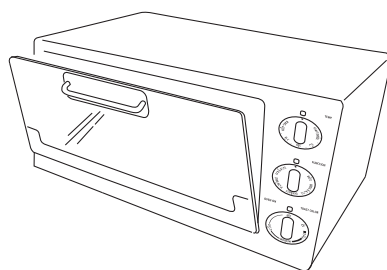

fig. 1
- Posez l'aliment à griller sur la grille diététique (P) insérée sur la lèchefrite (H) et posez le tout dans la glissière 1.
- Refermez la porte, jusqu'à entendre un "déclick" (voir figure 1).
- Tournez le bouton du sélecteur de fonctions (D) sur  .
- Tournez le bouton du Timer (B) sur "ON".
- A la fin de la cuisson, reporter manuellement le bouton Timer (B) en position "0".
- Placez le bouton thermostat (A) sur la pos.  .
- Tourner le bouton de sélecteur de fonction (M) en pos.  .